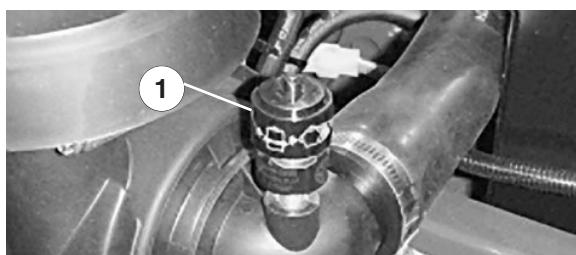

Bild 20
2. Warten Sie die Luftfilter, wenn die Luftfilteranzeige (Bild 20) Rot anzeigt oder alle 400 Stunden (bei einer sehr staubigen oder schmutzigen Umgebung häufiger). Warten Sie den Luftfilter nicht zu häufig.
7. Stellen Sie die Anzeige (Bild 20) zurück, wenn sie auf Rot steht.